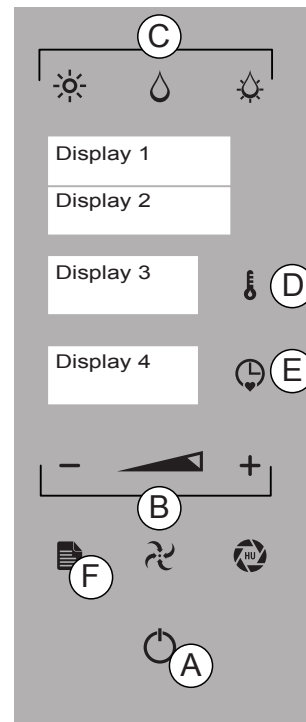

Fig.1
4. Selecteer de kookmodus (Afb.1/C), de temperatuur (Afb.1/D), de temperatuur van de sonde (Afb.1/E) en de gewenste parameters (zie hoofdstuk 5).
Druk op de toets "ENTER" (Afb.1/A) om het kookproces te starten.
Druk om de functie af te sluiten en terug te keren naar het hoofdmenu op de toets "MENU" (Afb.1/F).
3. Selecteer de functie "DELTA T" door middel van de toetsen "MINDER" en "MEER" (Afb.1/F).
Druk op de knop "TEMPERATUUR" (Afb.1/D) en stel het constante temperatuurverschil tussen ovencompartiment en kernsonde in **tussen 20° en 120°**.
Druk op de toets "TIJD" (Afb.1/E) en stel met de toetsen "MINDER" en "MEER" (Afb.1/B) de temperatuur van kernsonde in. Druk op de toets "TIJD" om te bevestigen.